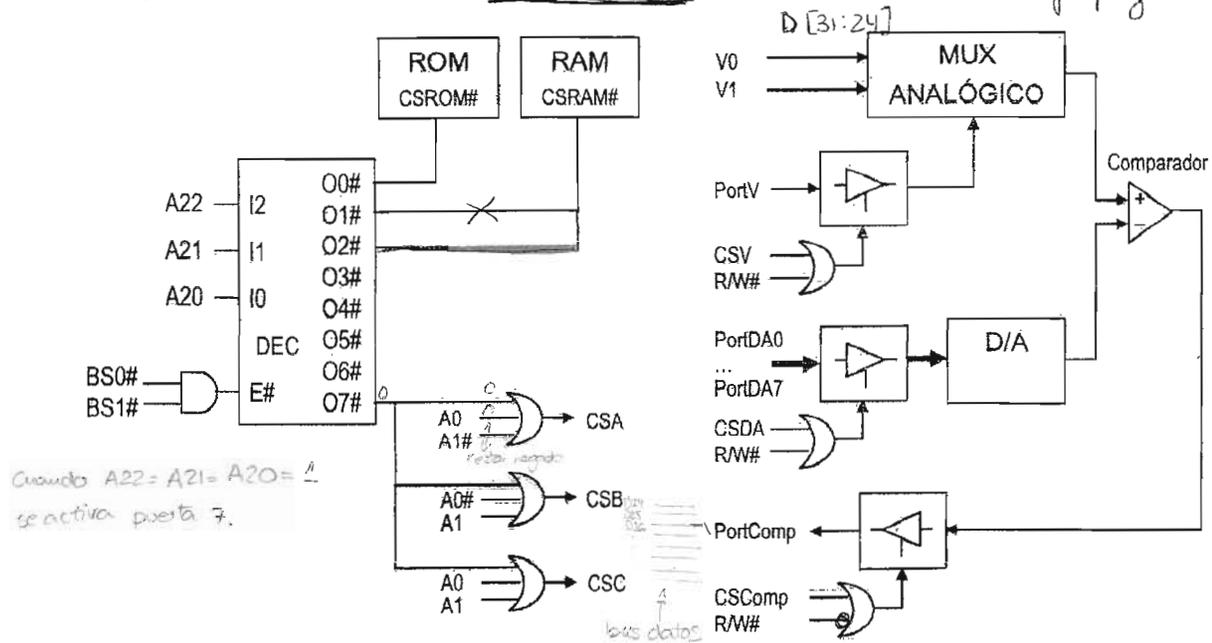

Figura 2. Generación de las señales de selección de puerto
1.1. Se supondrá, en primer lugar, que las señales CS# del ColdFire no están disponibles y, por tanto, para la generación de los CS# es necesario recurrir al hardware externo que se indica en la Figura 2. A la vista de dicha figura y del programa software, y teniendo en cuenta que las señales de selección del puerto en cuestión, CSA, CSB y CSC, son activas a nivel bajo, y que las señales PortV, PortDA0..7 y PortComp son señales a conectar al bus de datos, indique las conexiones a establecer. Utilice las tablas siguientes, asumiendo que los dispositivos de entrada/salida tienen configurada su activación para puerto de 8 bits. → Modo 8 bits (Dibujo pag T2-6)
1.2. Sabiendo que el modo de bus es de 16 bits salvo para los terminales de entrada/salida que es de 8 bits, que la RAM externa es de 1 MB y la ROM externa de 64 KB, y que las memorias no necesitan estados de espera, configure los registros CSBRn y CSORn del ColdFire para que se generen por los terminales CS0, CS1 y CS2 del ColdFire las señales CSROM, CSRAM e CS2 de la Figura 2 respectivamente. Incluya una justificación de cada uno de los campos de los registros.